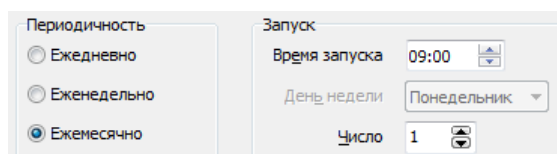

Рисунок 27.9 – Вкладка Автоматическое резервное копирование БД, периодичность Ежемесячно
- Ежемесячно, в этом случае необходимо указать Время запуска и Число месяца, когда будет происходить копирование (рисунок 27.9).